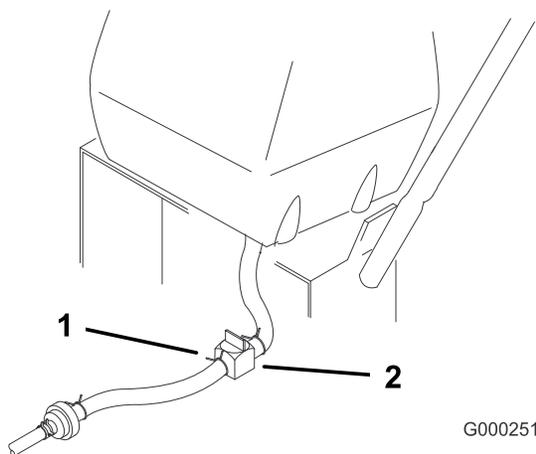

Figure 35
2. Fermez le robinet d'arrivée de carburant sur le réservoir (Figure 35).
3. Pincez les extrémités du collier de fixation et poussez le collier en haut de la conduite d'alimentation, à l'opposé du filtre à carburant (Figure 35).
4. Débranchez la conduite d'alimentation du filtre à carburant (Figure 35). Ouvrez le robinet d'arrivée de carburant et laissez l'essence s'écouler dans un bidon ou un bac de vidange.
3. Fermez le robinet d'arrivée de carburant sur le réservoir (Figure 35).
7. Ouvrez le robinet d'arrivée d'essence sur le réservoir (Figure 35).